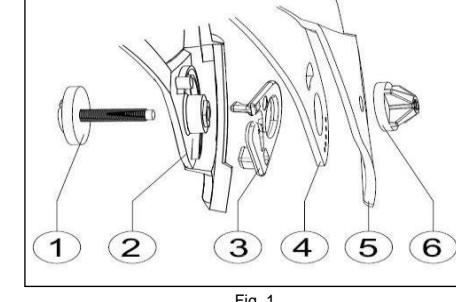

Fig. 1
1. Løsn skruerne (fig. 1, pkt. 1 og 6) i siderne.
2. Tag frontpladen af (fig. 1, pkt. 5), at være opmærksom på at fjerne den centrale del fra dens støtte.
3. Tag visiret af (fig. 1, pkt. 4).
4. Tag on/off-stopperen af (fig. 1, pkt. 3).
5. Tag den del af hjelmen af (fig. 1, pkt. 2).
1. Placér skruen i det særlige indhak, der sidder på hoveddelen (fig. 1, pkt. 1)
2. Indsæt on/off-stopperen (fig. 1 pkt. 3)
3. Indsæt visiret (fig. 1 pkt. 4)
4. Placér frontpladen (fig. 1 pkt. 6)
5. Spænd skruen let (fig. 1, pkt. 1 og 6)